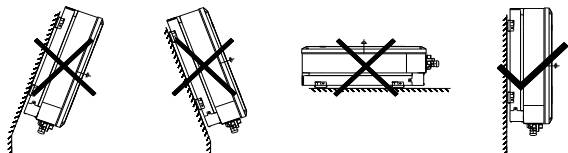

图 5-2 逆变器安装位置
- (1) 安装环境温度 $-25^{\circ}\text{C}\sim 60^{\circ}\text{C}$ 。
- (2) 安装表面应垂直于水平线, 如图 5-2 逆变器安装位置所示。